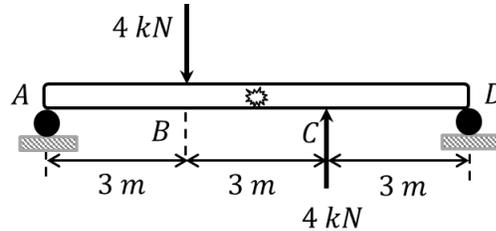

Fig. 8.33.
8.11.- Una viga homogénea de masa despreciable está montada sobre dos soportes A y B. Se aplica sobre la viga dos fuerzas puntuales de 4 (kN) como se muestra en la Fig. 8.33. Un análisis visual permite observar una falla en la mitad de la viga, determinar en ese punto, la fuerza cortante y torque flector.